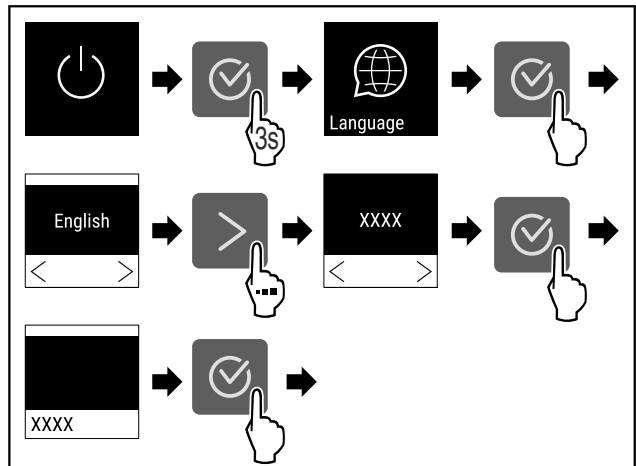

Fig. 54
- ▶ Εκτελέστε τα βήματα ενεργειών (βλέπε Fig. 54).